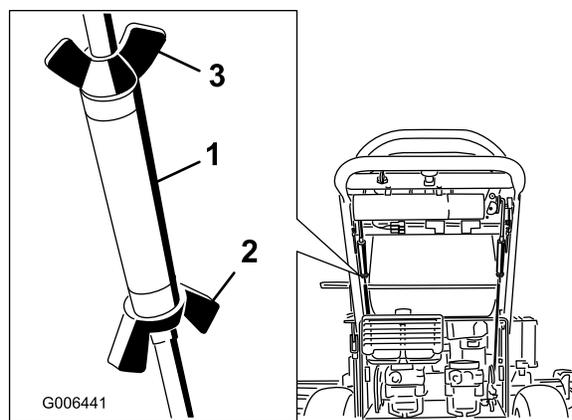

Figura 30
3. Bloquee el tensor apretando las tuercas de mariposa (Figura 30).
5. Bloquee el tensor apretando las tuercas de mariposa (Figura 30).